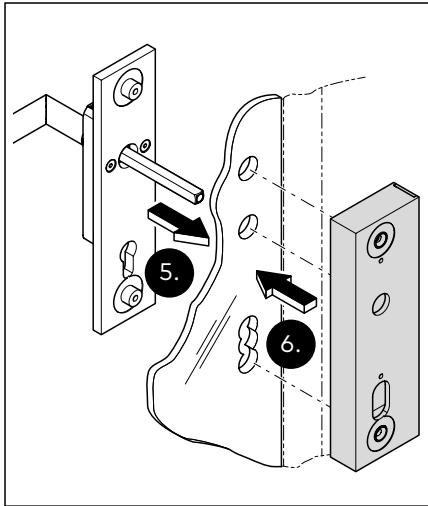

Abb. 32 Die Schlosstasche und die Anschraubplatte anbringen
5. Die Anschraubplatte an der Schlossgegensite an die Tür halten (Abb. 32).